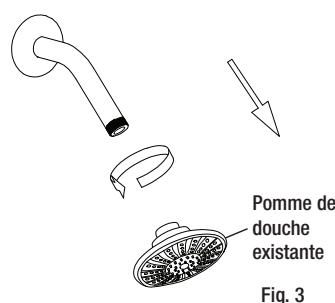

Fig. 3
1. Dévisser votre pomme de douche existante du bras de douche, voir Fig. 3.